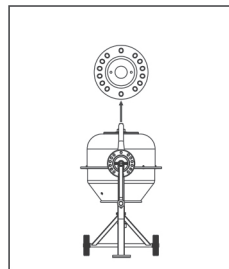

Abb.16
- Lagern und transportieren Sie das Gerät in der Position wie in Abb.16 beschrieben.